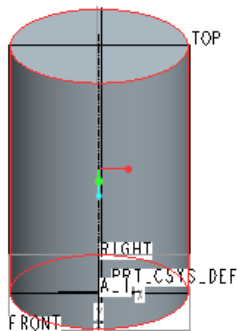

図 13-4 本体のフィーチャーモデル
- ・「終了ツール」をクリックすると、本体部分のフィーチャーモデルが完成する。（図 13-4）。